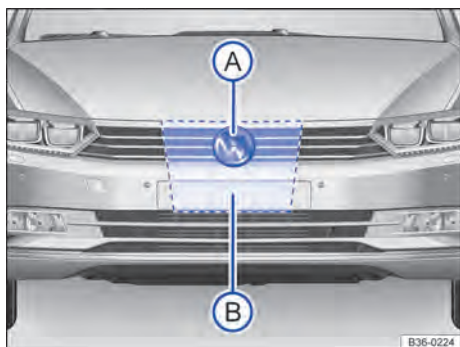

Fig. 233 Na grade do radiador, atrás do logo Volkswagen: sensor do radar (A) e área que deve ser mantida livre em volta do sensor do radar (B).
Para a captação da situação do trânsito está instalado um sensor do radar → Fig. 233 (A) na grade do radiador atrás do logotipo da Volkswagen.